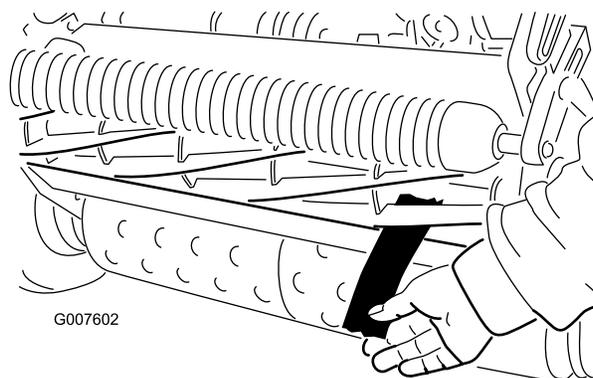

図 46
- 12. 切れ味確認用のペーパーを一枚、リールと下刃との間に、下刃に対して直角になるように差し入れて、Cuttingユニットの切れ味をテストする 図 46。ゆっくりとリールを回転させるこれで紙が切れれば合格である。